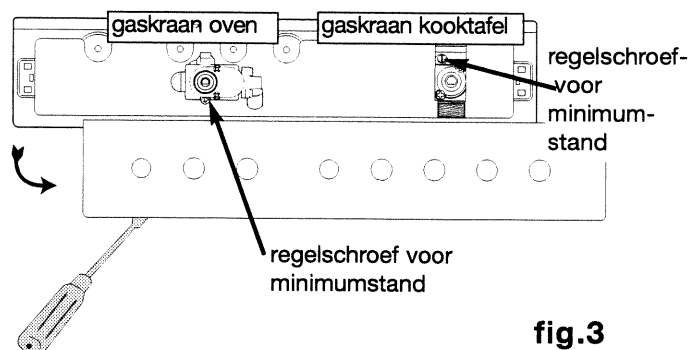

fig.3
- Schroef de spuitstukken in elke gaspot met de bijgeleverde sleutel los en verwijder ze (fig. 3).
- Draai met behulp van een kleine veerschroevendraaier de regelschroef (van geelkoper messing) voor de minimumstand van elke gaskraan in wijzerzin **helemaal tot het einde** (fig. 3).
- Draai de regelschroef (van geelkoper messing) voor de minimumstand met ongeveer een volledige draai in tegenwijzerzin (fig. 3).